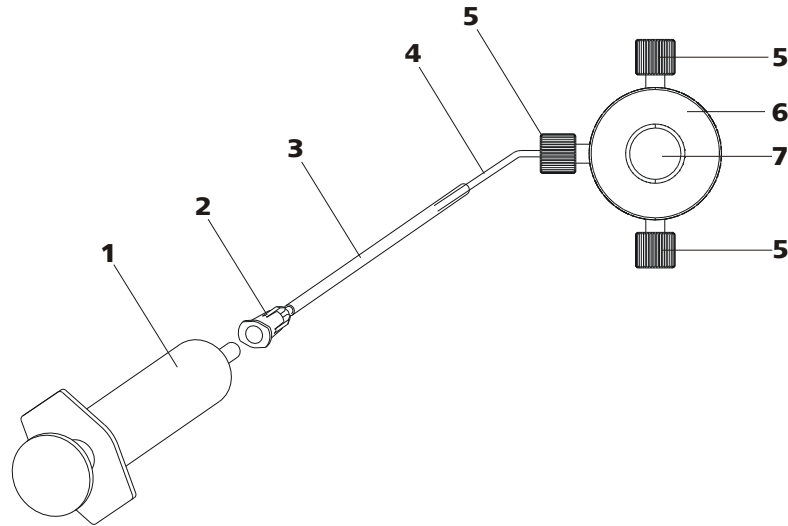

Abbildung 15 Hochdruckpumpe entlüften
Entlüften Sie die Hochdruckpumpe wie folgt (*siehe Abbildung 15, Seite 30*):
- Spritze (15-**1**) in den Luer-Anschluss (15-**2**) der Purge-Kanüle stecken (siehe Abbildung 15, Seite 30).